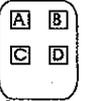

Fig.1 ÉMETTEUR
2. Appuyer simultanément sur deux touches de l'émetteur (ex. A et B, voir fig.1). Les touches appuyées sont considérées par le récepteur comme une touche unique, dont le code est programmé dans le premier canal libre du récepteur même (ex.: A+B= 1er canal)
3- appuyer la touche de chaque émetteur (fig.1) dont on veut programmer le code, par exemple dans la séquence A, B. La première touche appuyée (dans ce cas A), sera mémorisée dans le premier canal du récepteur. La deuxième touche appuyée (dans ce cas B), sera en revanche associée au deuxième canal du récepteur. Le voyant 1 du dispositif signale par 2 clignotements la mémorisation correcte du code.